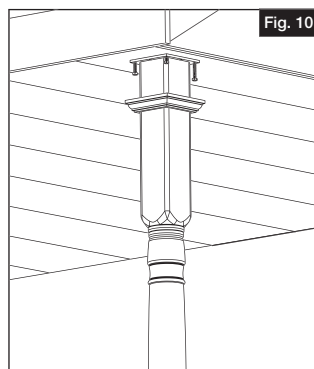

Fig. 10
- Fijar la chapa de montaje superior en el techo usando tornillos para madera galvanizados de $\frac{5}{16}$ " de 2 pulgadas de largo (no incluidos) (Fig. 10).